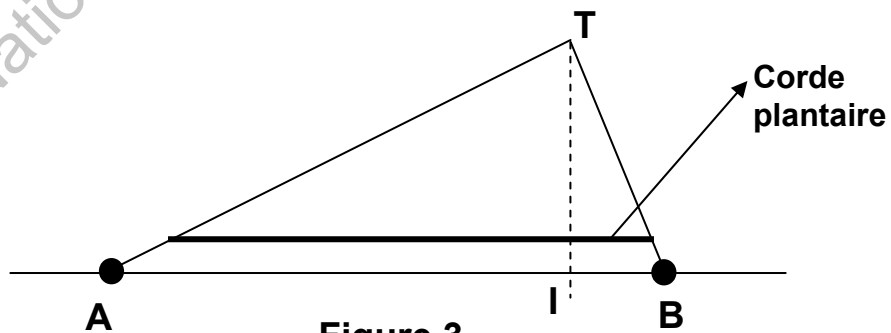

Figure 3
*Dans le modèle simplifié de l'arche plantaire longitudinale représenté sur la **figure 3 (ANNEXE 2)**, on considère que seule la corde plantaire intervient pour maintenir le pied en forme – structure triangulaire.*
3- Représenter sur la **figure 3, sans souci d'échelle** :